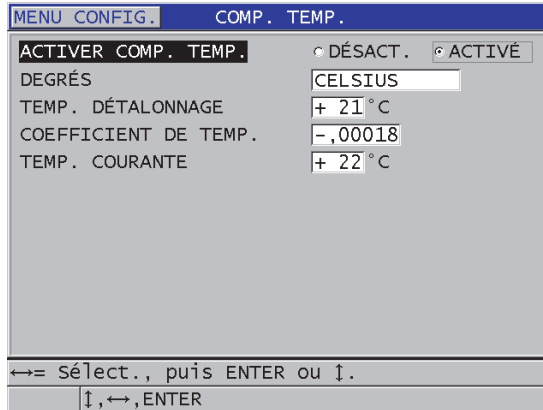

Figure 10-18 Écran COMP. TEMP.
3. Dans l'écran **COMP. TEMP.** (Figure 10-18 à la page 187), faites ce qui suit :